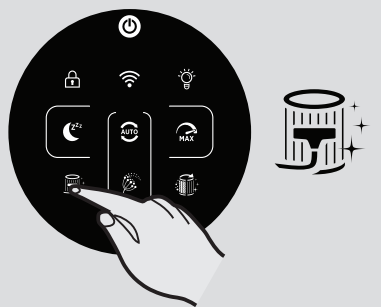

Fig. 12
VARSLINGSFUNKSJON FOR FILTERRENS [Fig. 12]:
- Trykk og hold inne FILTERRENS-knappen eller FILTERERSTATNING-knappen i 3 sekunder til du hører en alarm som varsler om at nullstillingen lyktes, og knappen deaktiveres. [Fig. 12,13]